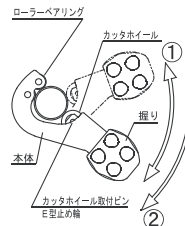

図1
- ①チューブカッタは、取扱説明書記載の用途以外には使用しないでください。誤った使用をされますと破損やケガの原因となります。
- ②ご使用前には各部の点検をして異常があれば使用を中止し、修理または交換が済むまで使用しないでください。
- ③カッタホイールは管に直角に当て、こじったり、ねじったりしないでください。
- ④各摺動部には時々注油をしてください。
- ①本体を前後に約90°程度の範囲で2～3回往復させたあと、管の周りを一周させ全周に切り込み線をつけます。(図1)
- ②その後、握りを徐々に回し(本体1回転につき握り1/4程度)カッタホイールの切り込みを深くしながら切断を行ってください。